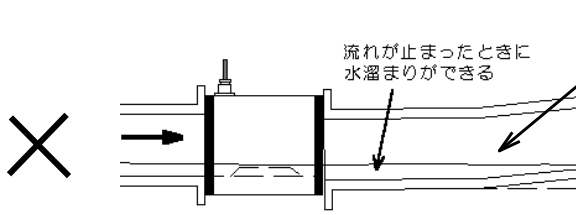

図 16．下流に逆勾配がある場合
- (c) 下流配管部に下流側から流体が流れ込む場合。(逆勾配の場合) 図 16.